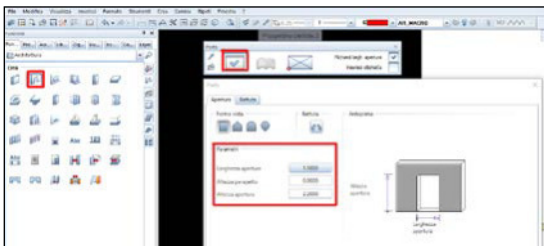

Fig. 53
- Selezione poi il comando «porta» ed attraverso le proprietà posso modificare a piacimento tutti i valori dell'apertura da inserire (Fig. 53).